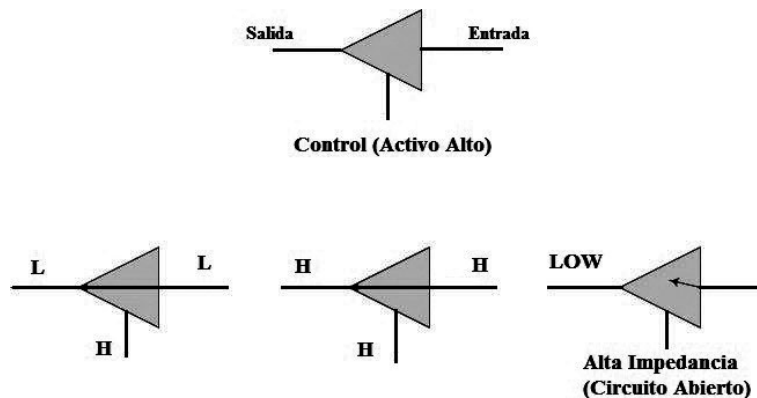

Figura 10.3: BUffer de 3 estados
- 2 buffers de 3 estados (Figura 10.3) :